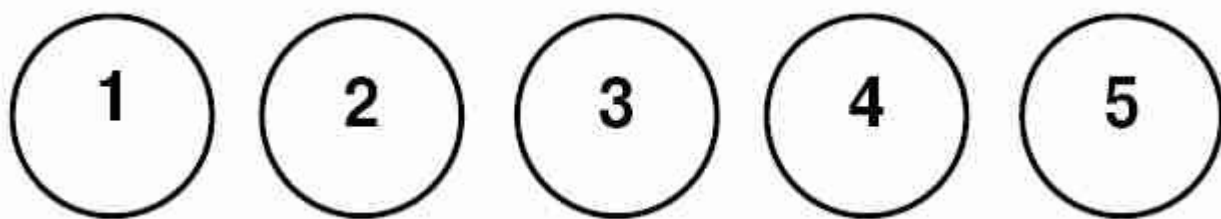

Рисунок 3 – Схема разметки участка дороги для калибровки прибора
- Выберите на дороге сухую и чистую полосу длиной приблизительно 3 м и шириной 1,5 м, разделите на 5 участков и сделайте разметку мелом (рис.3).
Методика построения градуировочной зависимости приведена в «Приложении А. Измерения» следует проводить в режиме **Установка нуля** на участках дороги по схеме рис. 3, с последующим взятием и лабораторным испытанием вырубок (кернов).
В режиме **Установка нуля** установить прибор на дороге в центр размеченного участка 1. Через 10-15 секунд, когда показания ΔU на дисплее стабилизируются, записать измеренное значение. Повторить измерения по схеме рис.3 и рассчитать среднее арифметическое значение показаний U_{1cp} из пяти измерений.